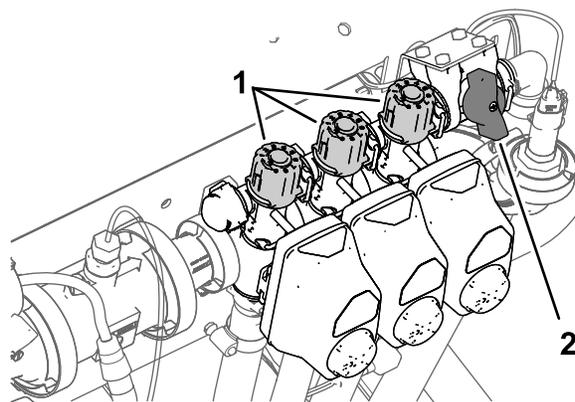

Figura 30
2. Desligue o interruptor da secção esquerda e ajuste o manípulo de distribuição da secção (Figura 30) até que a leitura da taxa se encontre no nível anterior de acordo com a tabela.
4. Ajuste o manípulo de distribuição da secção direita (Figura 30) até que a leitura da taxa se encontre no nível anterior de acordo com a tabela.
6. Ajuste o manípulo de distribuição da secção central (Figura 30) até que a leitura da taxa se encontre no nível anterior de acordo com a tabela.